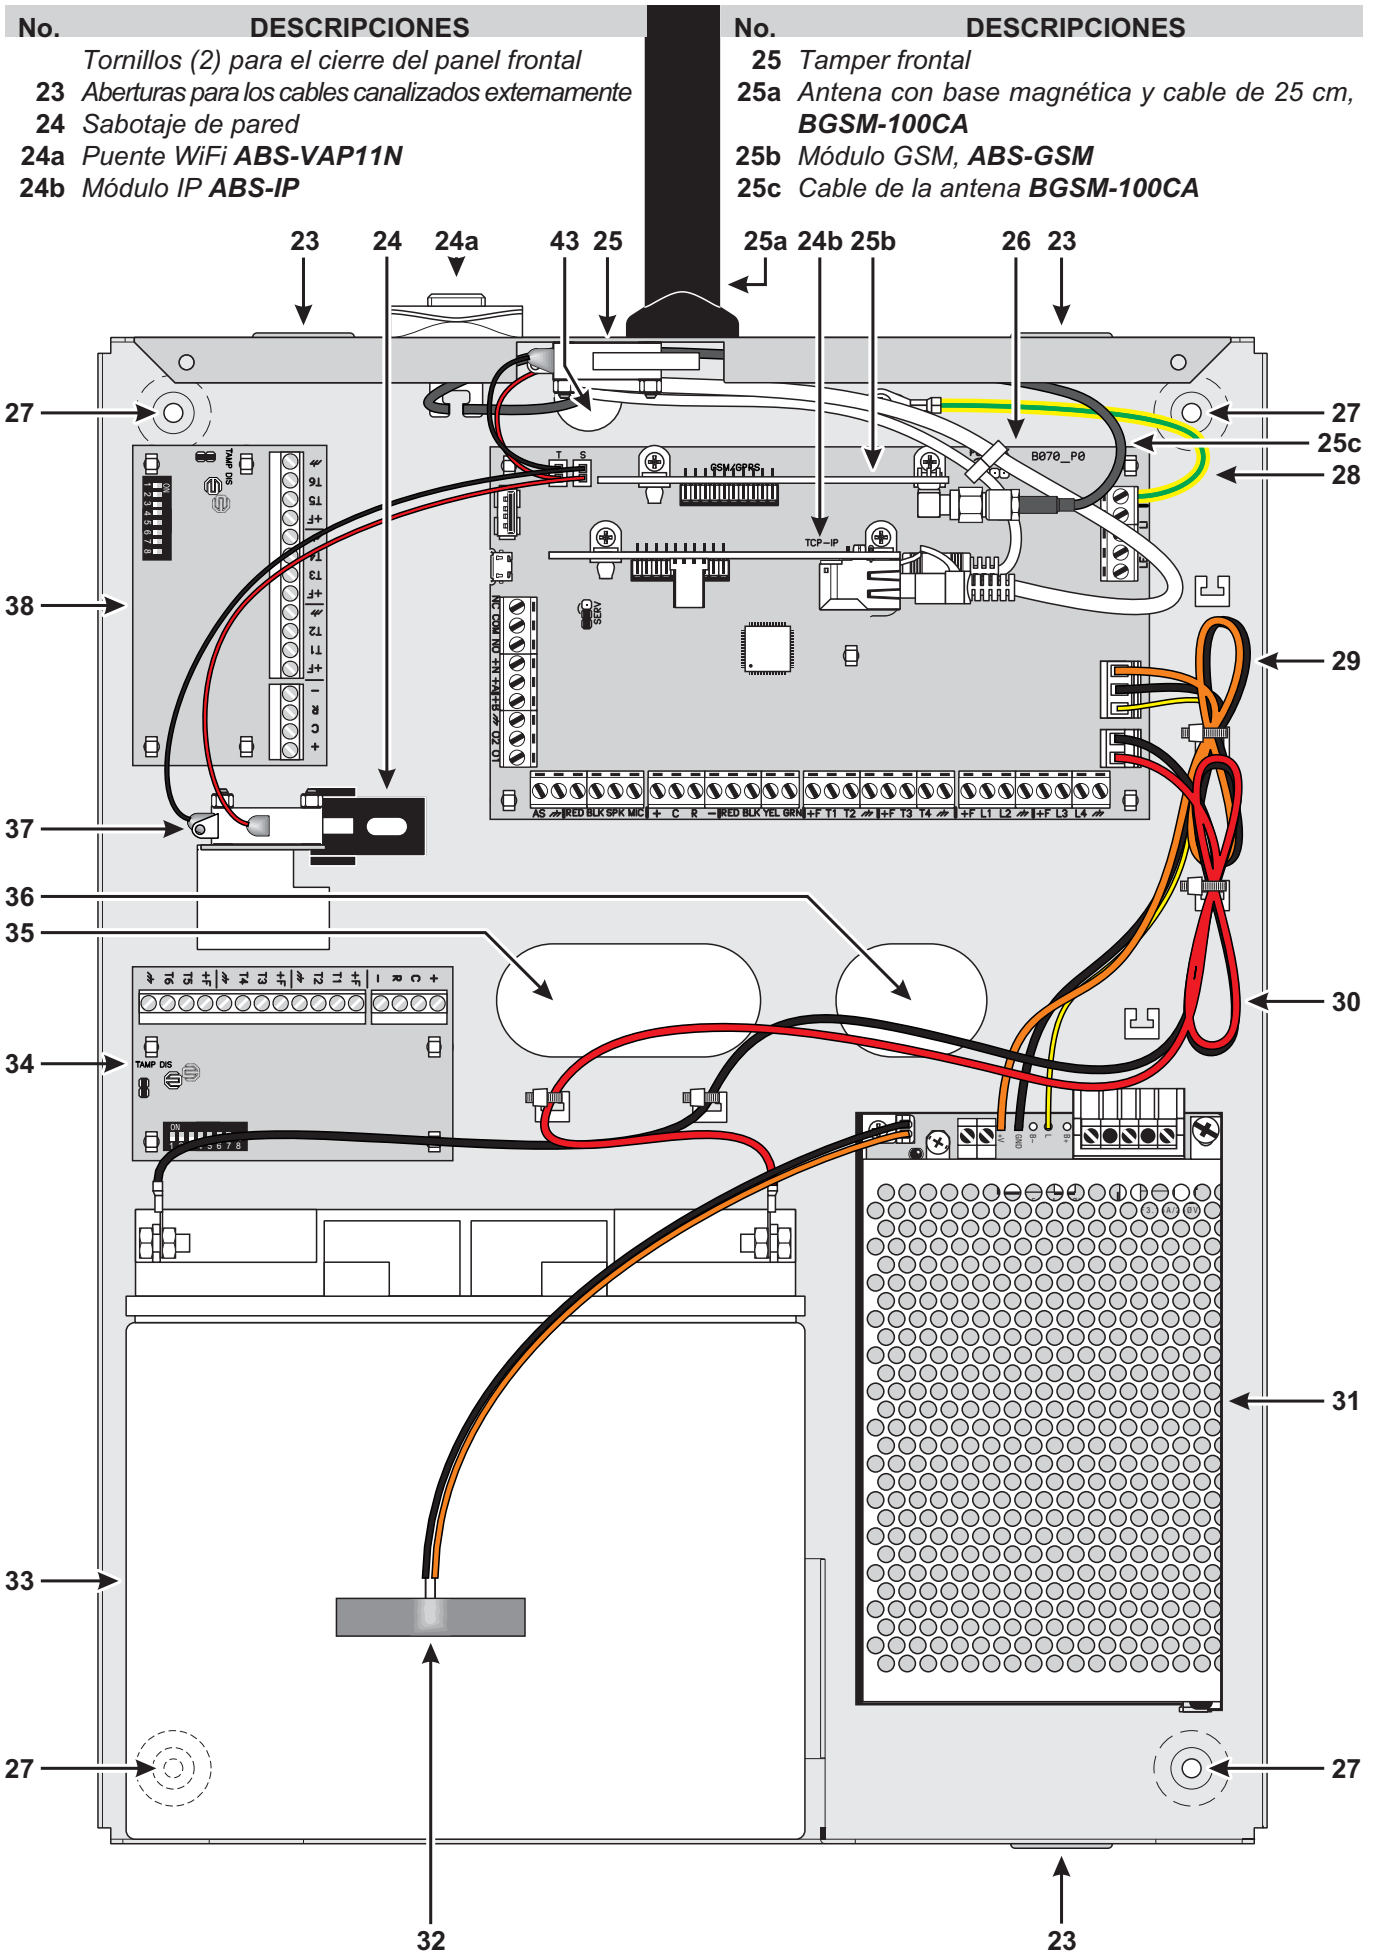

Figura 2 Partes de la central ABSOLUTA en el contenedor Metálico.
Leer las siguientes instrucciones para el montaje de la central con el contenedor metálico **ABS-M**: tomar como referencia la Figura 4 y la Figura 2 de la página 14.
**Instalación Fuente de alimentación** Se puede instalar el alimentador BAQ35T12 o BAQ60T12 en el contenedor metálico, como se muestra en la Figura 2 de la página 14 (parte n.31).
**Instalación sabotaje de pared** Se puede instalar el contacto de sabotaje **MAXIASNC** (se vende por separado y necesarios para el cumplimiento con las normas EN50131-1 y EN50131-3) para detectar la abertura de la central, como se muestra en la Figura 2 en la página 14 (parte n° **25**).
11. Conectar el cable conector **3 (T)** a la Tarjeta Madre.
**Instalación sabotaje de pared** Se puede instalar el sabotaje de pared **MAXIASNC** (se vende por separado y necesarios para el cumplimiento con las normas EN50131-1 y EN50131-3) para detectar la extracción de la central, como se muestra en la Figura 2 en la página 14 (parte n° **37**).
14. Conectar el cable conector **4 (S)** a la Tarjeta Madre
**Instalación Expansión Entrada/Salida** Es posible instalar hasta dos Expansores Entrada/Salida **M-IN/OUT** en el contenedor metálico, como se muestra en la Figura 2 en la página 14 (partes n° **34** y **38**).
Es posible instalar el Módulo GSM **ABS-GSM** en el contenedor metálico ABS-M y en el de plástico ABS-P, como se muestra respectivamente en la Figura 2 de la página 14 y en la Figura 3 de la página 15 (parte n° 23) y se describe a continuación (ver la Figura 6).